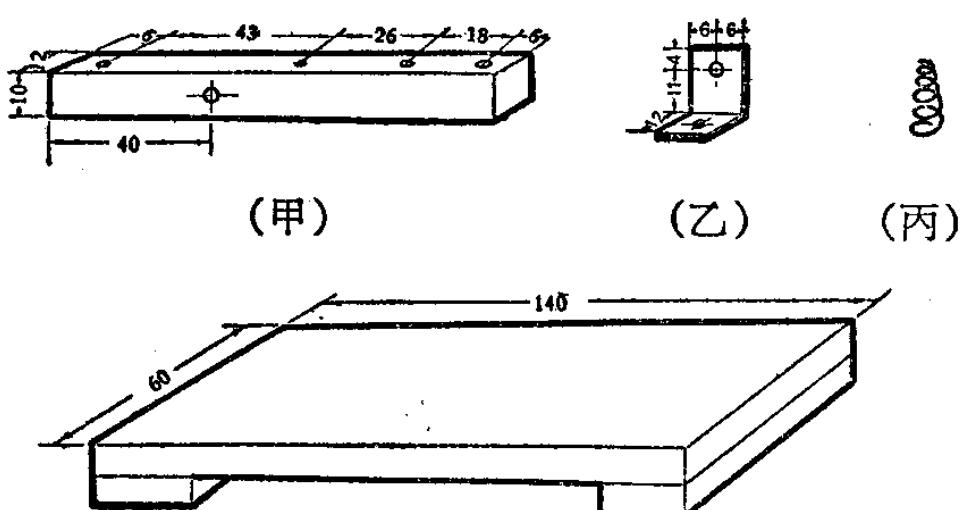

图 6-13
1. 用 90 毫米长、12 毫米厚、10 毫米宽的木条一根，依照图 6-13 (甲) 分别钻好适当的孔。
2. 用 27 毫米长、12 毫米宽、1 毫米厚的铁皮两块，做成支架，如图 6-13 (乙)。
6. 上小下大的宝塔形彈簧一只，如图 6-13(丙)，这只彈簧可以用壞掉的拉線开关里拆下来的，或用鋼絲自制一个，弹性不必很强。
7. 60 毫米宽、140 毫米长、5 毫米厚的干燥木板或三夹板一块做底板，如有胶木板則更好，底下附加两条垫高用的木条，如图6-13(丁)。